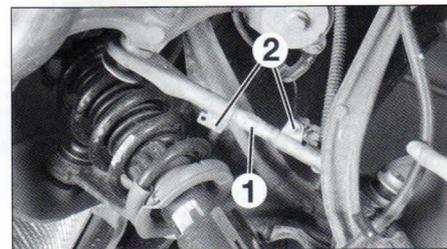

FIG. 6
- El paralelismo se ajusta por las bieletas de reglaje (1) (fig. 6).